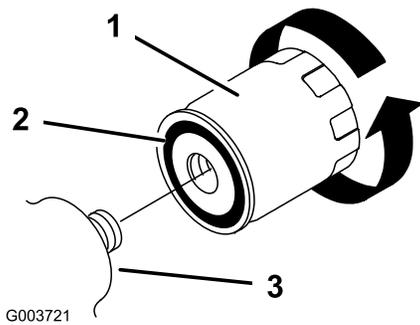

Рисунок 36
5. Снимите старый фильтр (Рисунок 36) и начисто протрите поверхность переходника фильтра.
6. Нанесите тонкий слой гидравлической жидкости на резиновую прокладку нового фильтра (Рисунок 36).
7. Установите новый фильтр гидравлической системы в переходник фильтра (Рисунок 36). Поверните фильтр гидравлической системы по часовой стрелке так, чтобы резиновая прокладка соприкоснулась с переходником фильтра, после этого затяните фильтр, повернув его еще на 1/2 оборота.